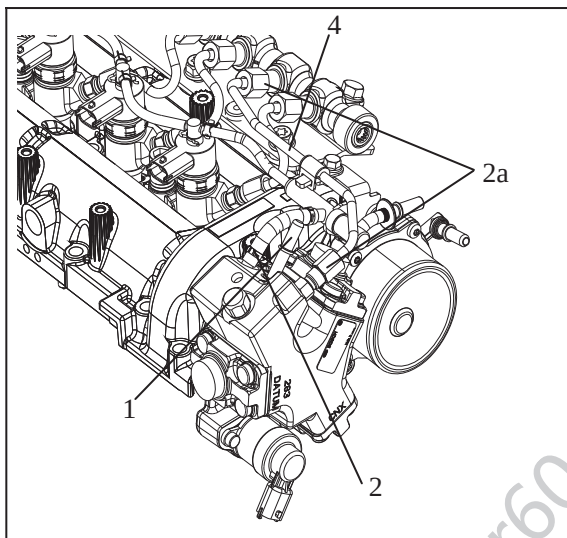

图 1-1
2.1 如图 1-1 用扳手拧松高压进油管两端的连接螺母（3），并将高压进油管（4）从高压油泵和高压油轨总成之间移开。